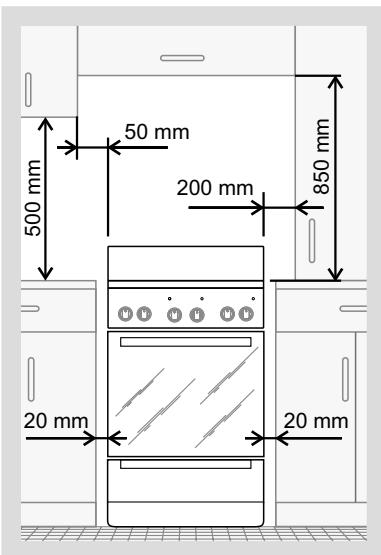

Рис. 11
- **ЗАПРЕЩАЕТСЯ** РАСПАКОВАННУЮ ПЛИТУ ПЕРЕНОСИТЬ ЗА РУЧКУ ДВЕРЦЫ. ПЛИТА УСТАНАВЛИВАЕТСЯ НА ПОЛ. УСТАНОВКА ПЛИТЫ НА ПОДСТАВКУ НЕ ДОПУСКАЕТСЯ. Минимальные расстояния, которые необходимо выдерживать при установке плиты, показаны на рис. 11.